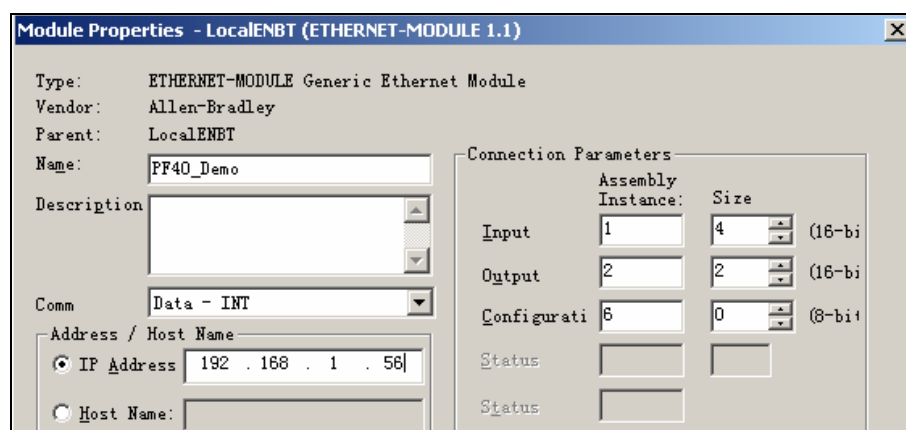

图 3-25 设置通用模块属性
17. 2-Comm-E 的 IP 地址：192.168.1.56，且 Connection Parameters（连接参数）设置如图 3-25 所示。